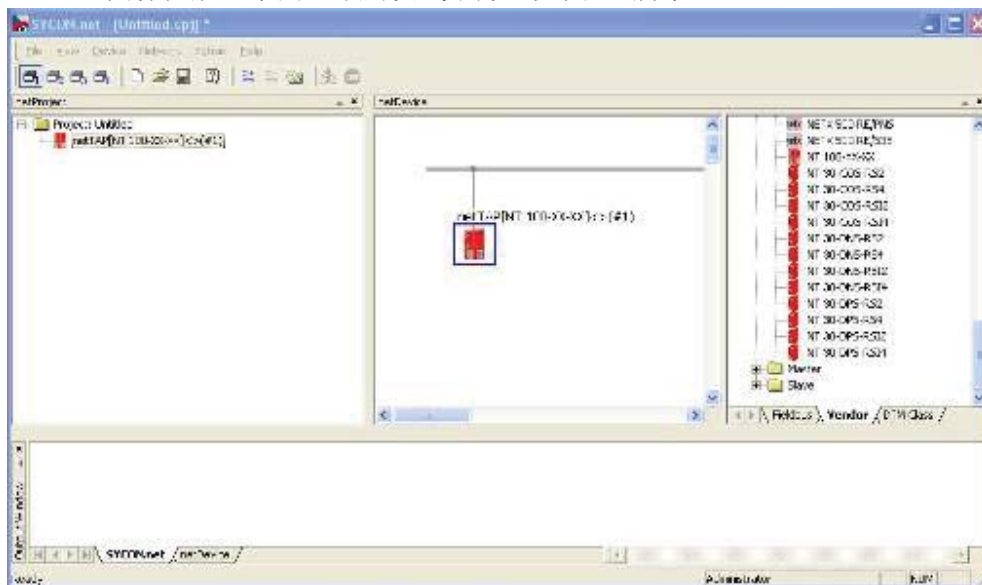

图 11
(11) 在软件界面右侧选择“Vendor”栏，将“Gateway / Stand-Alone Slave”文件夹中的 NT 100-XX-XX 图标拖放至中间区域的灰线下方，如图 11 所示：